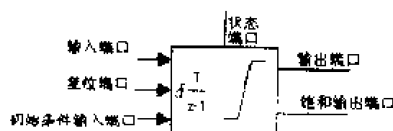

图 6.29 离散时间积分器模块在图标中显示端口
(6) 选择所有选项。选择所有选项后，图标如图6.29所示。